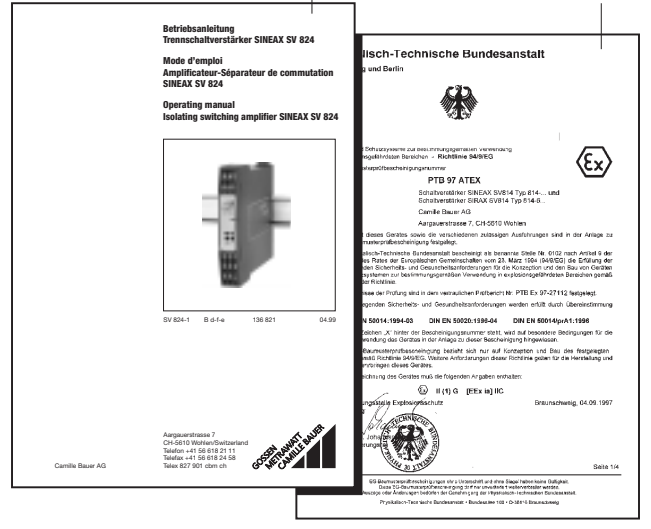

Bild 1
- 2 **Zugbügel (2)** (zum Öffnen des Gerätes)
- 2 **Frontschilder (3)** (zum Anbringen von Vermerken)
- 1 **Ex-Bescheinigung (4)**
- 1 **Betriebsanleitung (5)**, dreisprachig: Deutsch, Französisch, Englisch
2. Lieferumfang (Bild 1)